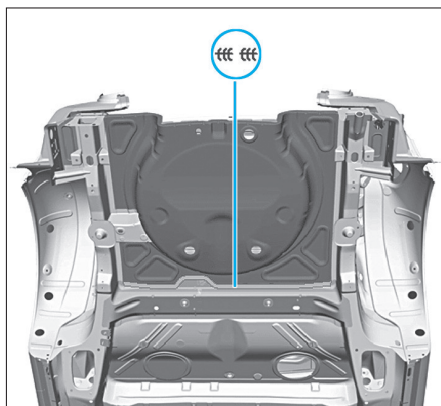

FIG. 159
- Souder le plancher de coffre au niveau de la jonction avec la traverse en cordon discontinu (Fig.159).